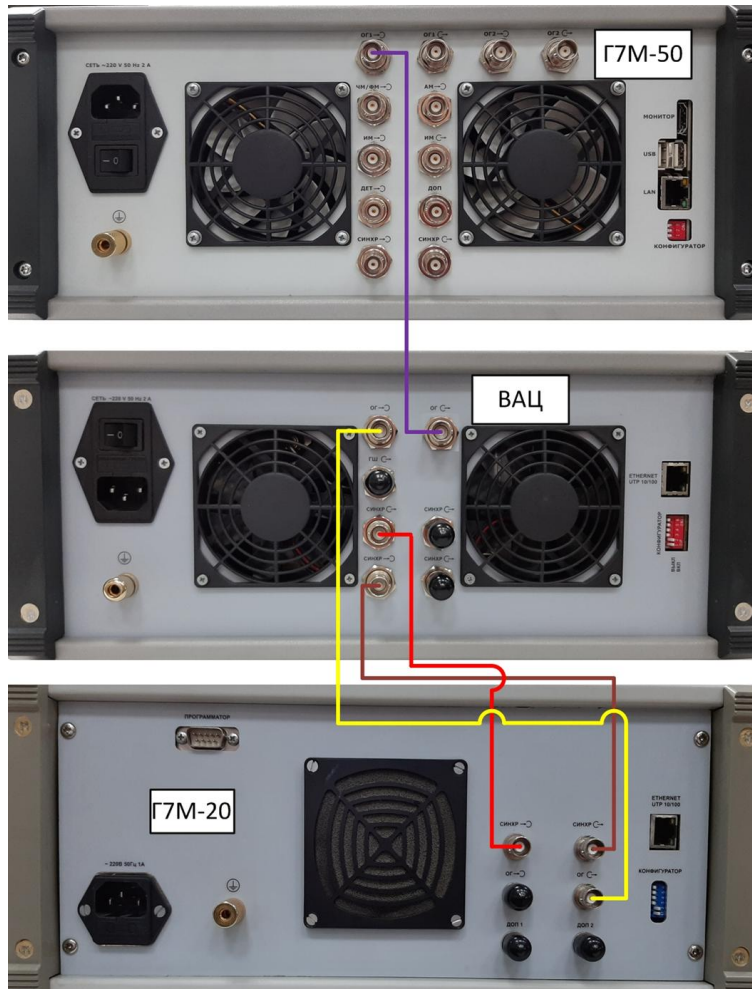

Рис. 35. Подключение синхронизации ВАЦ и генераторов, используемых в качестве первого и второго гетеродина
5. Настройте синхронизацию. Для этого на задней панели ВАЦ 4226 и синтезатора частот Г7М соедините входы и выходы синхронизации. Соедините выход опорного генератора Г7М и вход опорного генератора ВАЦ. Выход опорного генератора ВАЦ соедините с входом опорного генератора, используемого в качестве второго гетеродина (рис. 35);